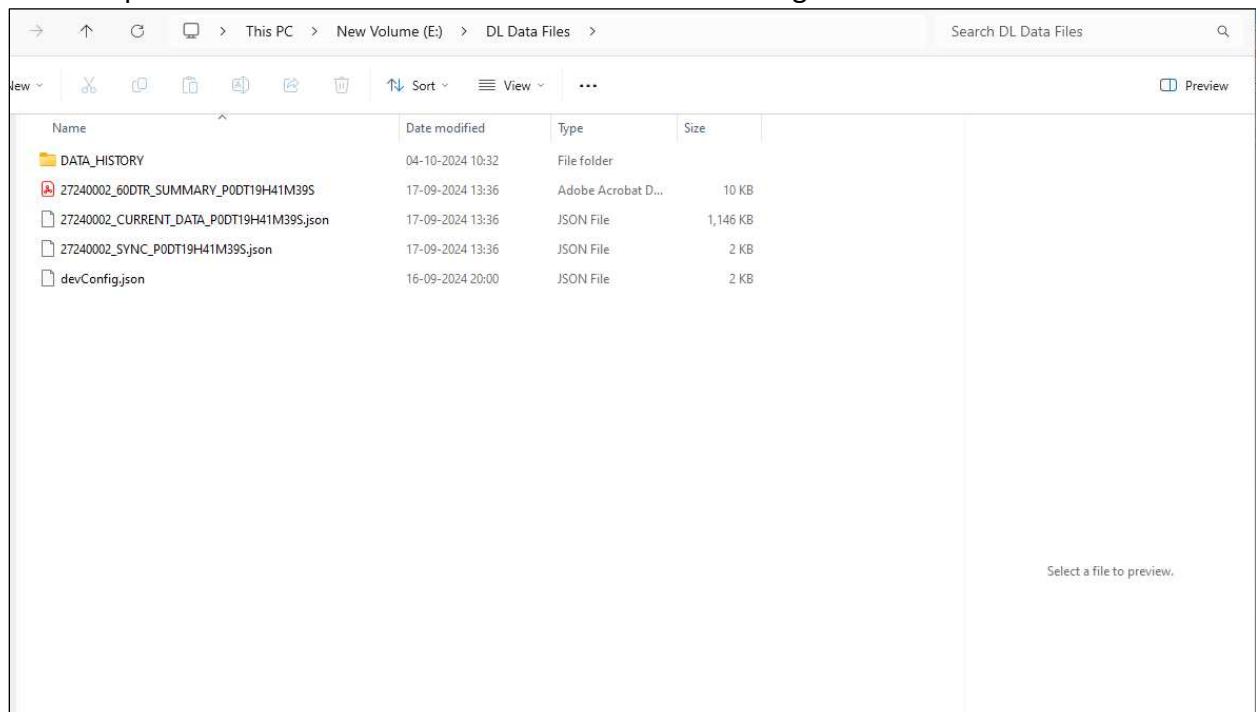

Figura 30 Datos descargados del registrador de datos Equiplog
- Al descargar, el directorio raíz constará de los archivos Json mencionados, el informe PDF y la carpeta de datos del historial como se muestra en la Figura 30.